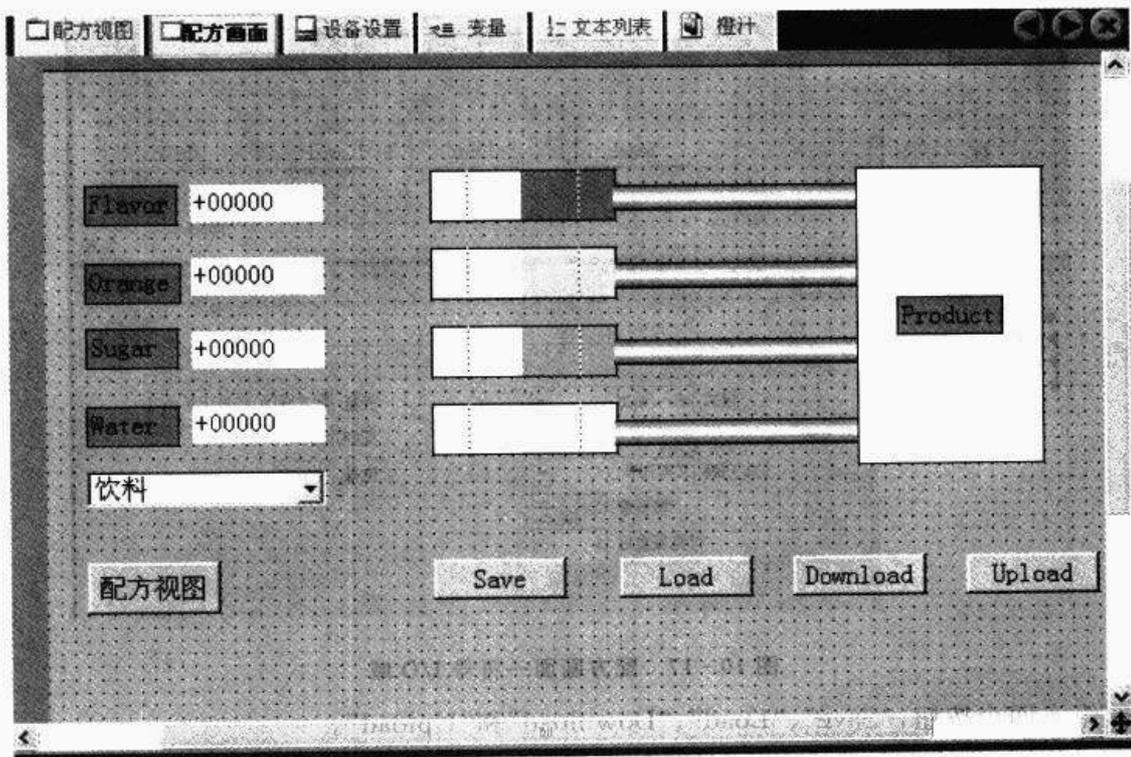

图 10-15 配方画面
① 首先,按照上文所述内容,在配方编辑器中创建配方,组态配方元素和相应的配方数据记录,在这里,使用和本章第 1 节例程中相同的配方设置。
② 组态配方画面。根据用户的实际需要,组态用于配方输入输出的过程画面,在例程中,组态如图 10-15 所示的配方画面。这里组态了四个棒图,用图形化的方式直观地显示配方元素,并将棒图分别和相应的配方变量连接。